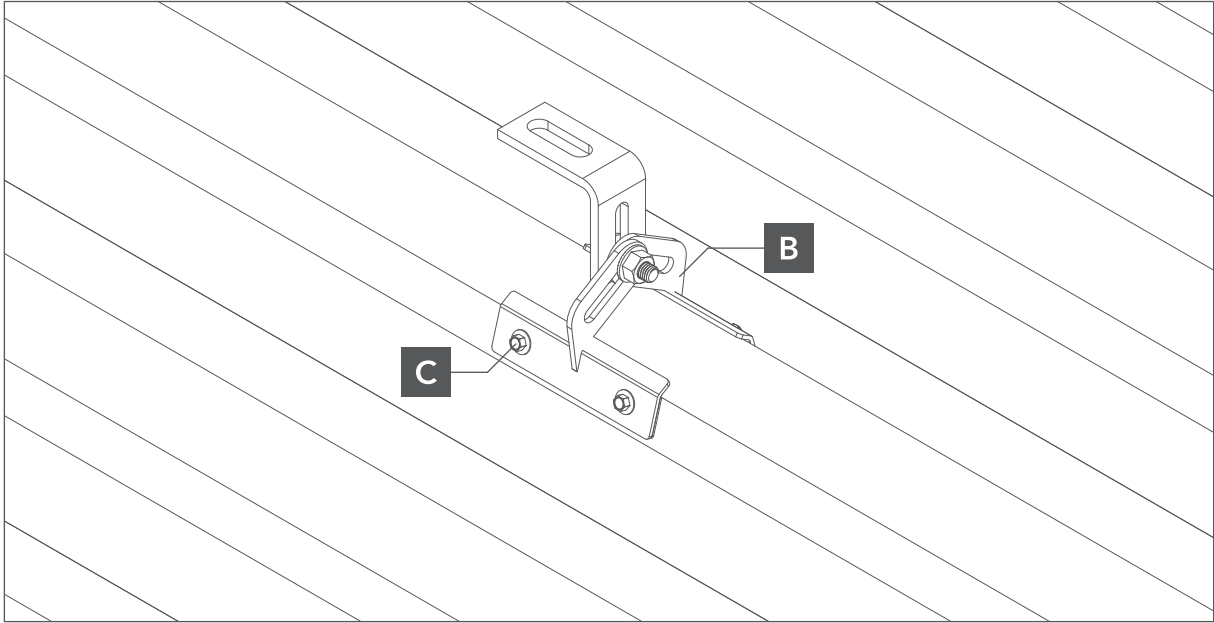

Abb. 4. Befestigung des Trapezhalters
- 3** Der Trapezhalter wird mit vier Schrauben mit dichtem Gewinde am Dachblech befestigt (Abb. 4).